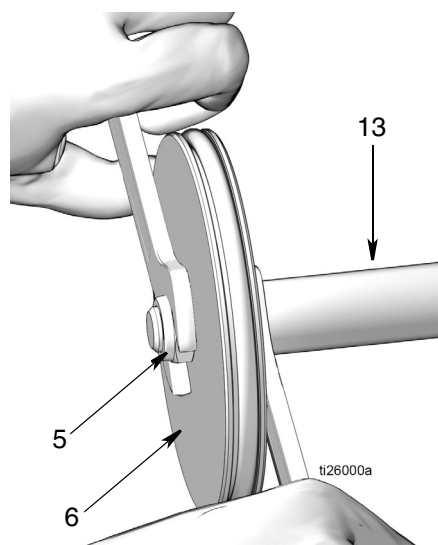

FIG. 20
15. Asta del pistone (13) e pistone (6)
- a. Estrarre l'asta del pistone (13) e il pistone (6) dal cilindro pneumatico (2) (FIG. 20).
- b. Per separare l'asta del pistone (13) e il pistone (6) utilizzare due chiavi e agire in direzioni opposte. Utilizzare una chiave aperta sulle superfici piane dell'asta del pistone e la seconda chiave per allentare il dado (5) come mostrato in FIG. 20.